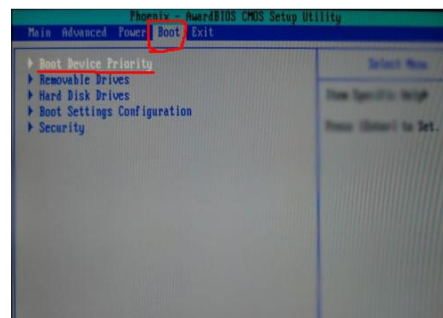

Рисунок 7 - Меню BOOT
2. Нужно выбрать в верхнем меню BOOT (рисунок 7) или как либо по другому, но слово Boot должно присутствовать (например, BootDevice). И там нажать на BootDevicePriority, если этот пункт присутствует, если нет, то пропустите этот шаг.